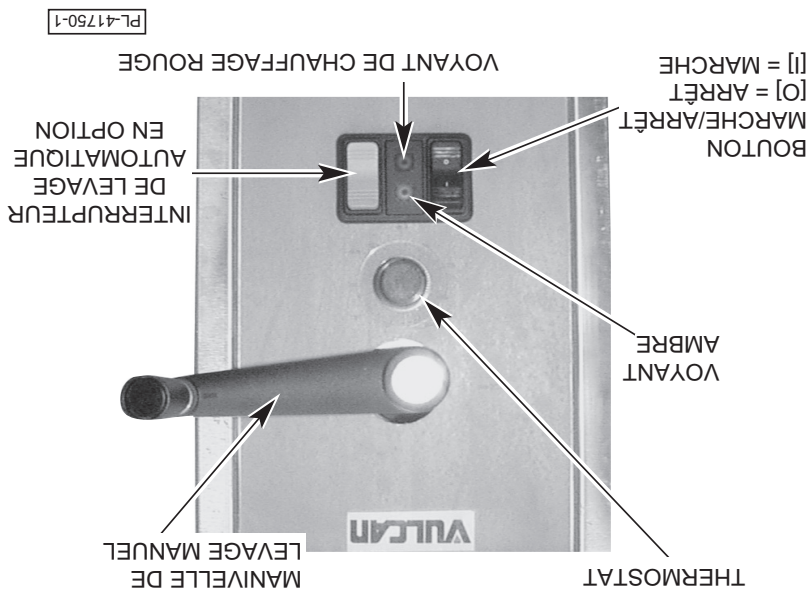

Fig. 3
2. Le lavage de la braiseière est contrôlé par l'interrupteur à bascule gris situé sur le panneau de commande (voir fig. 3).
BRAISIÈRES ÉLECTRIQUES Commandes (voir fig. 3)
Commandes (fig. 3)